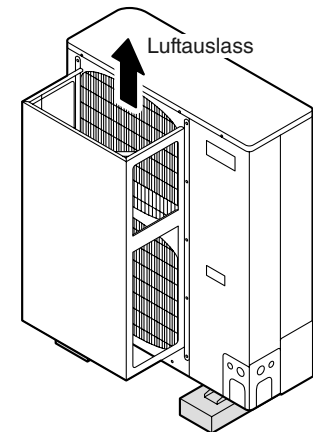

Abb. 2-12
- der Luftauslass in Richtung eines Gehwegs weist, und abgeführte Luft eine Belästigung für Passanten darstellen könnte. Siehe Abb. 2-12.